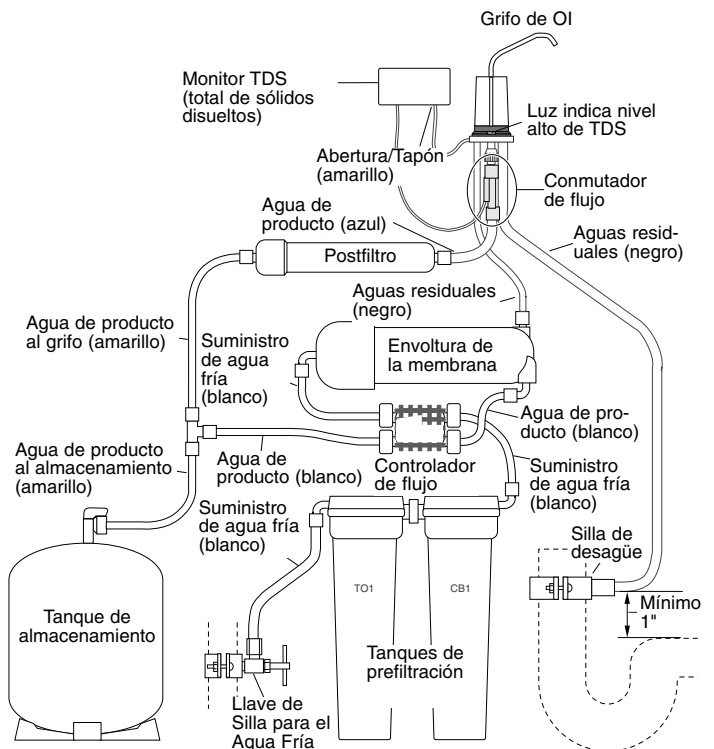

Figura 6: Disposición de la tubería con el Monitor TDS
- Enrosque el conmutador de flujo blanco al extremo del grifo (ver Figura 6).